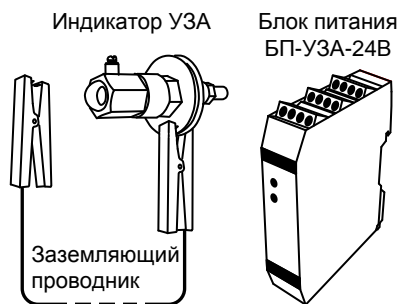

Рисунок 2
1.1.4 Устройство УЗА-24В-ЛИН-Р (рисунок 2) является комплектным устройством и состоит из индикатора УЗА, заземляющего проводника и блока питания (БП).